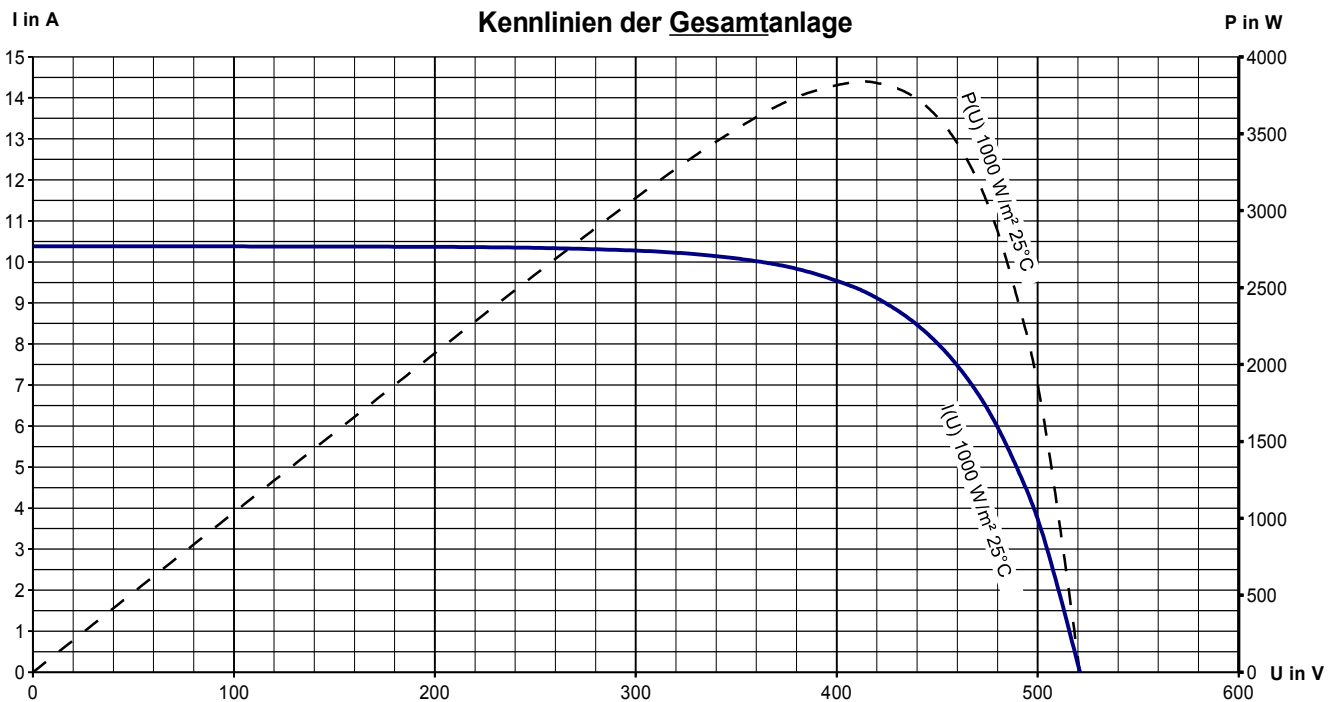

Bild 4: I(U)- und P(U)-Kennlinie bei STC der Gesamtanlage
- 10.2 Geben Sie die Kennwerte I_{SC}, U_{OC}, U_{MPP}, I_{MPP}, P_{MPP} der Gesamtanlage an und markieren sie im Bild 4, wo sie die Werte ablesen.